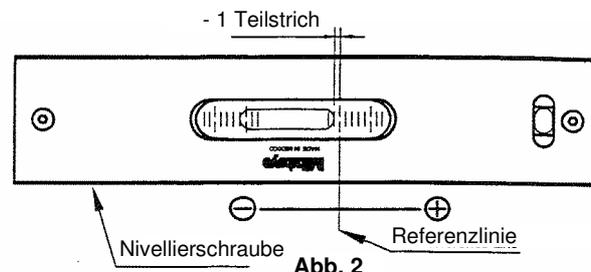
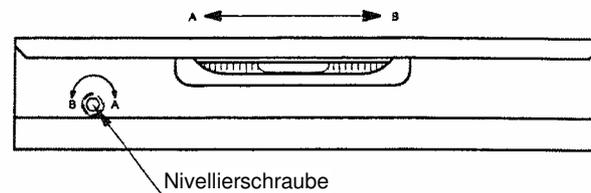

Abb. 2
Abb. 1
3. Drehen Sie anschließend die Richtwaage horizontal um 180° (an der gleichen Stelle auf der Referenzfläche) und notieren Sie wieder den Anzeigewert. (Siehe Abb. 2.)
Die Ablesung in Abb. 1 zeigt, dass die Richtwaage um + 2 Teilstriche außerhalb der Toleranz ist, in Abb. 2 ist es - 1 Teilstrich. Die Differenz zwischen beiden Ablesungen beträgt 3 Teilstriche.
$$\frac{(\text{Ablesung Abb. 1}) - (\text{Ablesung Abb. 2})}{2} = \frac{(+2) - (-1)}{2} = \frac{+3}{2} = +1,5 \text{ (Fehler)}$$
Addieren Sie den Fehler zum Anzeigewert aus Abb. 2:
Drehen Sie die Nivellierschraube in Richtung B (siehe Abb. 3), so dass der Anzeigewert in der Position von Abb. 2 + 0,5 beträgt.